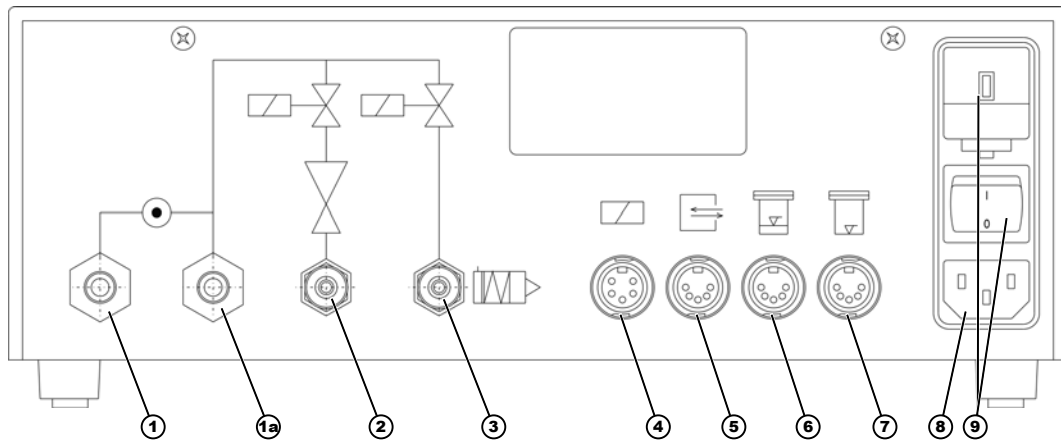

Abb. 3: Rückansicht
1. ▶ Druckluftausgang 1a des Multiline 1000-S (siehe Abb. 3) über einen externen Druckregler mit dem Druckbehälter verbinden. Druckregler auf Minimaldruck einstellen.
Ausgang 1a (siehe Abb. 3) ist ein direkter Abzweig vom Druckluftanschluss 12 des Multiline 1000-S.